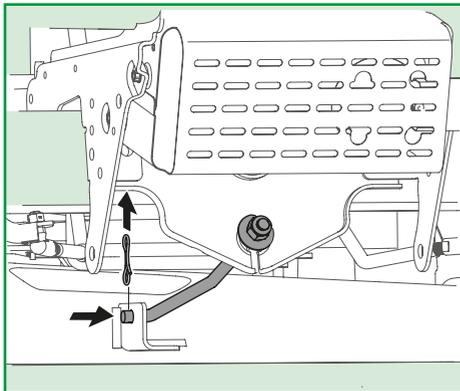

Figura 23
8. Retire las presillas que sujetan la plataforma del asta estabilizadora. Cuidadosamente deslice la plataforma hacia delante, haciendo que los ganchos de la plataforma se suelten de la barra estabilizadora, conforme Figura 23;
7. Cuidadosamente, ajuste la plataforma deslizando para que los ganchos de la plataforma encajen en la misma y fije con las presillas, conforme Figura 23;